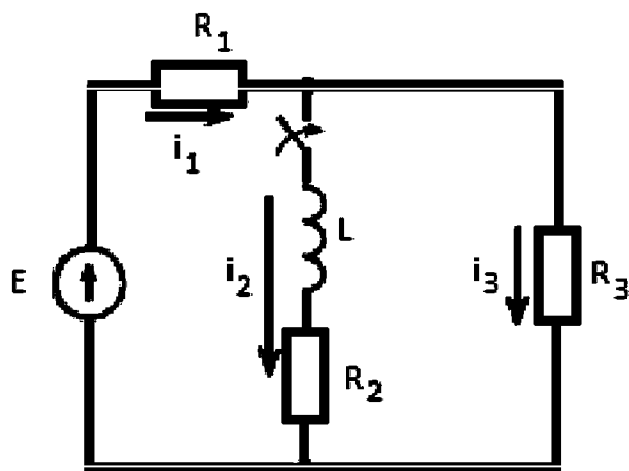

Рис. 1.55. Схема к задаче 1
*Задача 1.* Рассчитать переходные токи во всех ветвях схемы (рис. 1.55) после замыкания выключателя во второй ветви.